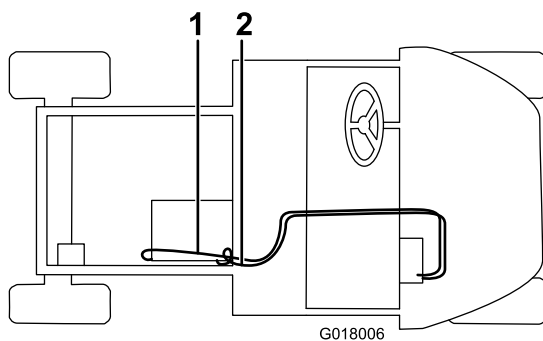

Figura 28
5. Conecte la manguera larga a la válvula del calentador con una abrazadera, pásela por el orificio de la base del asiento, por el orificio del bastidor y conéctela al acoplamiento recto con una abrazadera (Figura 28). Corte cualquier exceso de la manguera para que se ajuste.
6. Conecte la manguera más corta al acoplamiento en T de llenado blanco con una abrazadera, pásela por la abrazadera en R de la guantera y a través del orificio de la base del asiento, y conéctela al acoplamiento en T de la manguera inferior del radiador con una abrazadera (Figura 28). Corte cualquier exceso de la manguera para que se ajuste.